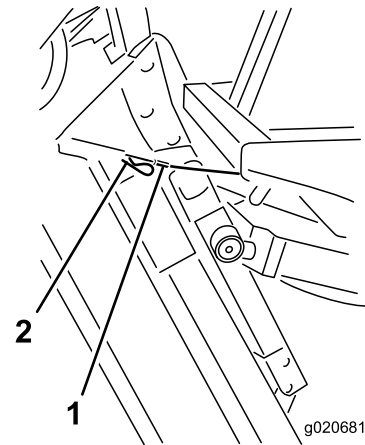

Bild 119
6. Halten Sie das Mähwerk dann in der aufrechten Stellung, bringen das Kabelende über dem Stift am Mähwerkhubarm an und befestigen es mit einem Splint (**Bild 119**).